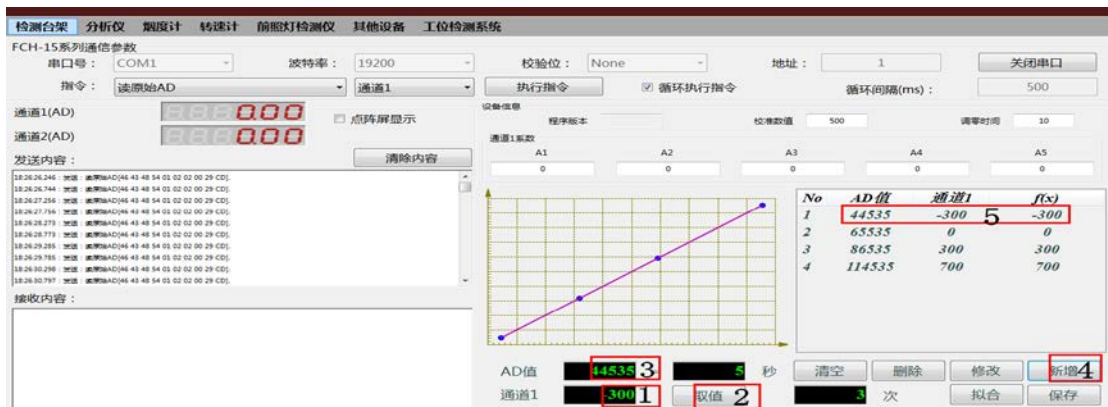

图 4.10
(9)、将测量板缓慢放回零点，然后再将测量板缓慢向里推，推至百分表刚好转过三圈，待AD值相对稳定后，在通道1写入“-300”，然后点击“取值”，此时取得AD值为44535，然后点击“新增”，将标定点“-300”和对应的AD值44535增加到标定坐标系（见图4.10）。